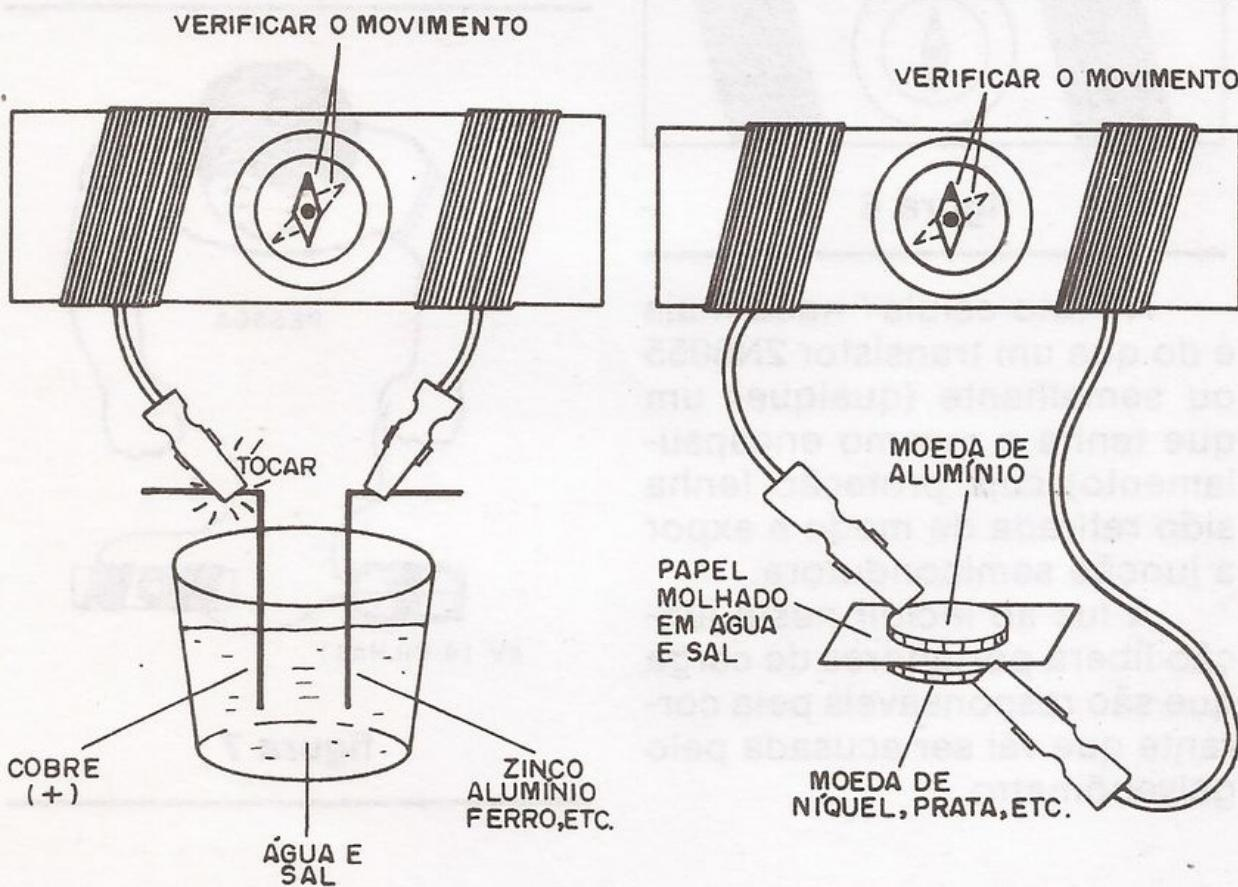

figura 5
1. Na figura 5 temos o uso do galvanômetro na detecção da corrente produzida por duas interessantes fontes alternativas de energia. A primeira é uma pilha de "água e sal" que pode fornecer uma corrente muito pequena sob tensão em torno de 0,7 a 0,9V. Os eletrodos (terminais) são um fio de cobre descascado e um prego (o fio de cobre é o polo + e o prego o -). Tocando as garras nos pólos da pilha, a agulha da bússola deve movimentar-se indicando a produção de energia.